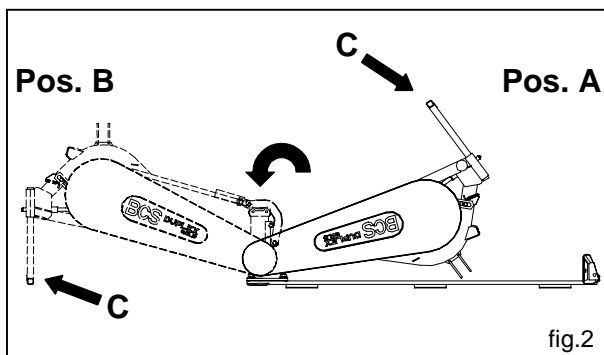

fig.2
- con la macchina in posizione **A** (fig.2) montare il piede **C**, la copiglia e la spina di sicurezza;
- ruotare il gruppo telaio-braccio in posizione **B** (fig.2) facendo appoggiare il piede **C** a terra;
- with the machine in position **A** (fig.2), assemble the foot **C**, cotter and safety pin;
- turn the frame-arm group in position **B** (fig.2), allowing the foot **C** to rest on the ground;
- avec la machine sur position **A** (fig.2) monter le pied **C**, la goupille et le goujon de sûreté.
- tourner le groupe châssis-bras sur position **B** (fig.2) en faisant appuyer le pied **C** à terre;
- con la máquina en la posición **A** (fig.2) montar el pie **C**, la clavija y el pasador de seguridad.
- poner el grupo chasis-brazo en posición **B** (fig.2) haciendo que el pie **C** apoye en el suelo.
- Bei in Stellung **A** (Abb.2) stehender Maschine den Fuß **C**, den Splint und den Sicherheitsstift anbringen.
- Gestell-Arm in Stellung **B** (Abb.2) drehen und dabei den Fuß **C** auf den Boden absetzen.
8. Durante il trasporto assicurarsi che l'asta di sicurezza **A** sia saldamente fissata e la protezione lama **B** montata. (fig. 2 pag. 5)
8. Pendant le transport s'assurer que la tige de sécurité **A** soit bien fixée et que la protection lame **B** soit bien montée. (fig. 2 page 5)
8. Durante el transporte asegurarse de que la barra de seguridad **A** esté correctamente fijada y la protección cuchilla **B** montada. (fig. 2 pag. 5)
8. Beim Transport sich vergewissern, dass die Sicherheitsstange **A** gut befestigt ist, und dass der Messerschutz **B** montiert ist. (Bild 2 Seite 5)